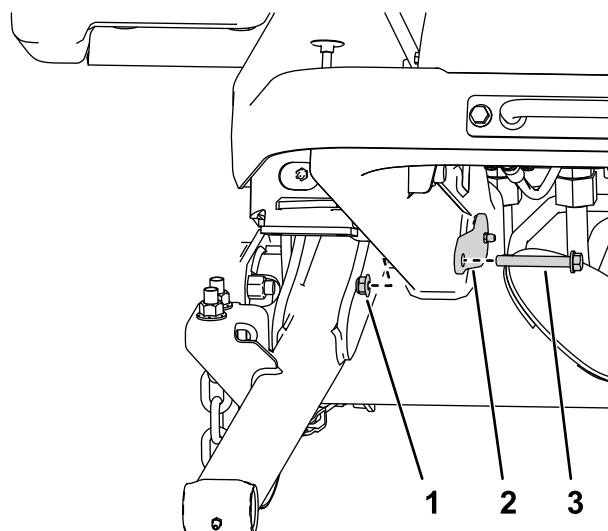

図7
- 大きいピンをフレームに取り付けるボルト $\frac{3}{8}$ " x $2\frac{3}{4}$ "2本とナット $\frac{3}{8}$ "2個を使用する図7。